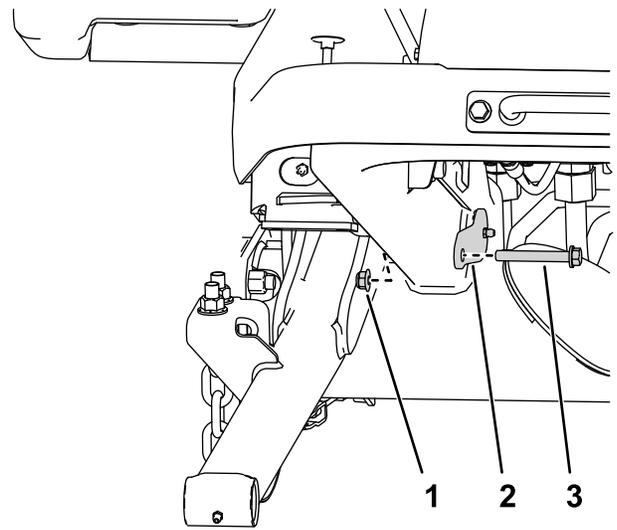

图 7
4. 用 2 个螺母  $\frac{3}{8}$  英寸和 2 个螺栓  $\frac{3}{8}$  x 2- $\frac{3}{4}$  英寸将大销钉固定到机架图 7。